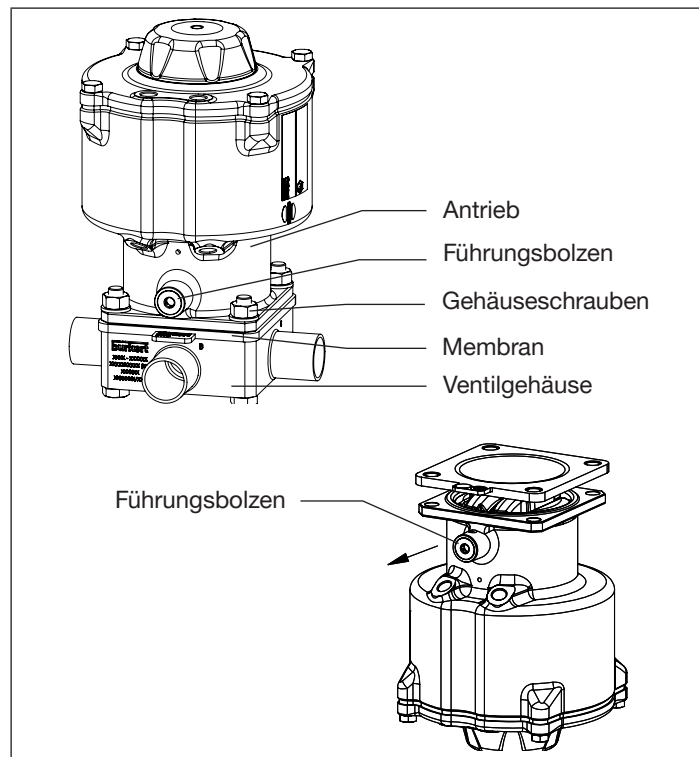

Bild 19: Instandhaltung
- Führungsbolzen bis zum Anschlag einschrauben („Bild 19“).